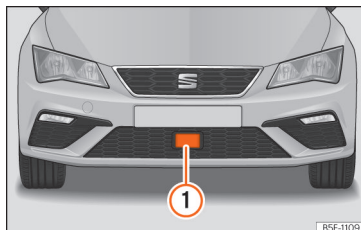

Abb. 270 Am vorderen Stoßfänger: Radarsensor.
Im vorderen Stoßfänger ist ein Radarsensor eingebaut »» **Abb. 270 ①**.